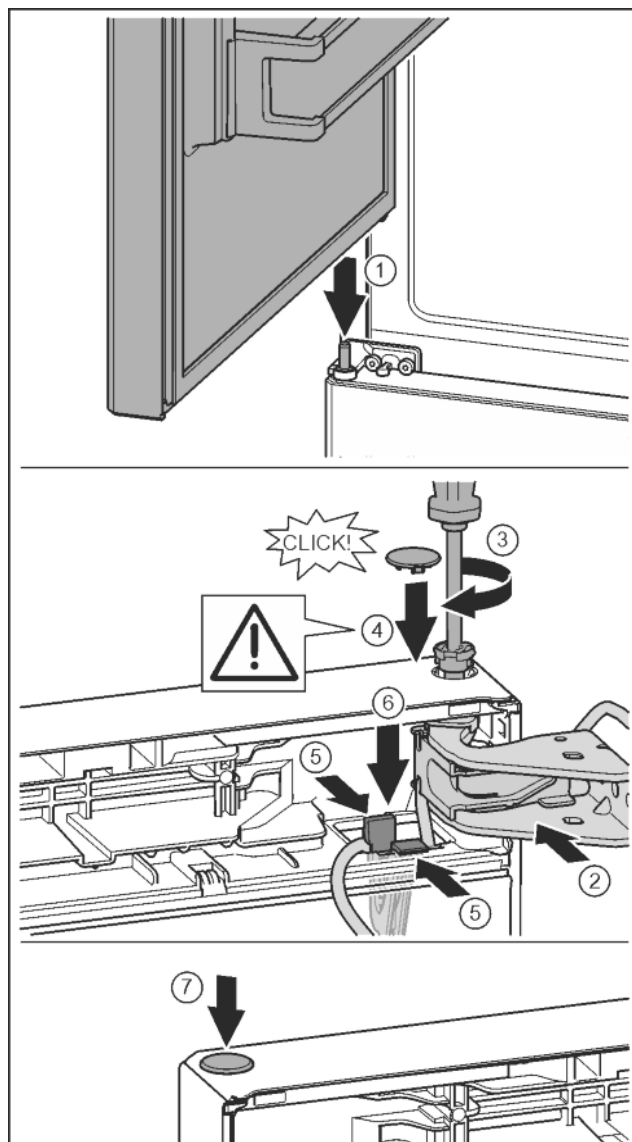

Fig. 32
- ▶ Установка верхней двери на средний опорный палец Fig. 32 (1)
- ▶ Дверь вверху выровнять по отверстию в опорном кронштейне. Fig. 32 (2)
- ▶ Вставить палец и затянуть отверткой T15. Fig. 32 (3)
- ▶ Установить предохранительную крышку для защиты двери: вставить предохранительную крышку и проверить, прилегает ли она к двери. В ином случае вставить палец полностью. Fig. 32 (4)
- ▶ Вставить держатель кабеля с закрепленным на нем кабелем в отверстие. При этом более длинное отверстие соединительной накладки должно быть направлено вперед. Fig. 32 (5)
- ▶ Прижать держатель вниз так, чтобы соединительная накладка защелкнулась. Fig. 32 (6)
- ▶ Вставить заглушку. Fig. 32 (7)